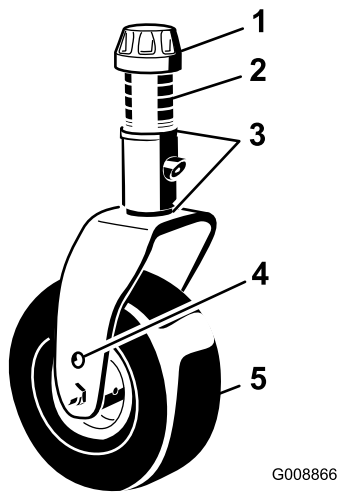
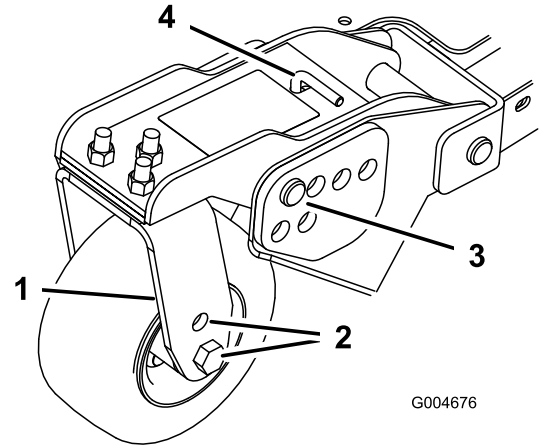

Рисунок 18
Рисунок 20
- Поместите оси поворотных колес в одинаковые отверстия во всех вилках поворотных колес (Рисунок 18 и Рисунок 20).
- Снимите колпачковую гайку с вала шпинделя и извлеките шпиндель из рычага поворотного колеса (Рисунок 18).
отверстий с выбранными отверстиями кронштейна высоты скашивания в раме деки газонокосилки (Рисунок 20 и Рисунок 21).
5. Извлеките игольчатые шплинты и шплинтуемые штифты из рычагов поворотных колес (Рисунок 20).